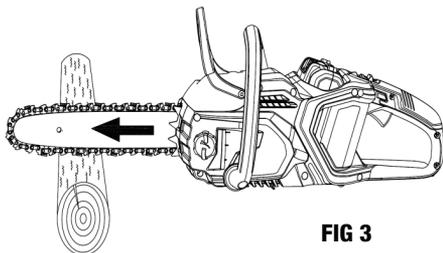

FIG 3
- **Pousser et tirer** – Cette force réactionnelle est toujours opposée à la direction dans laquelle la chaîne en contact avec du bois se déplace. Ainsi, l'opérateur doit être prêt à contrôler l'appareil, **POUSSER** lors de la coupe le long du bord supérieur. **TIRER** lors de la coupe par le bord inférieur du guide-chaîne. Voir fig. 3 et 4.